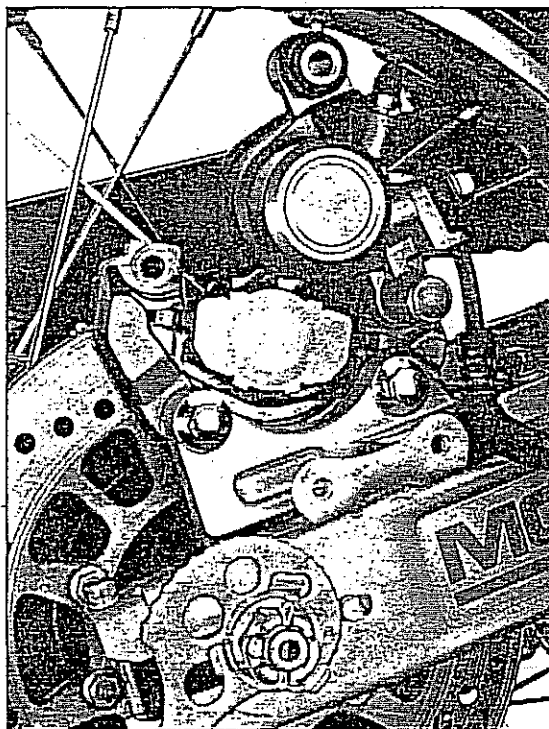

Bild 137
- Belagwechsel und Bremssatteldemontage wie vorn, Ausführung «neu». Siehe Seite 41 und Bild 137.